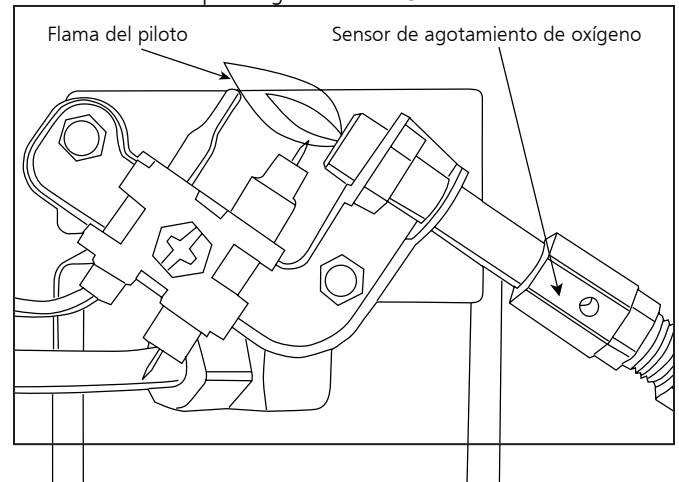

Figura 2
- Para que el ventilador funcione, se necesitan 4 baterías D. El compartimiento de las baterías está ubicado en el panel posterior inferior del calentador. Siga las instrucciones en la cubierta de las baterías para una correcta instalación de las baterías. Ver figura 2.
- Ventilador de la calefacción también se puede alimentar con adaptador eléctrico, F276127. Requiere un adaptador de 6 voltios de CC con una corriente de hasta 800 miliamperios con polaridad positiva en la punta. Ver figura 2.
termocupla. La llama rodeará la termocupla justo debajo de la punta, ver Figura 2. Una llama levemente amarilla puede ocurrir cuando la llama del piloto y la llama del quemador principal se encuentran. El o los quemadores deberían ser anaranjados brillantes (con un leve color azul alrededor del borde y una bruma roja-anaranjada visible en el azulejo de cerámica es aceptable) y sin una llama muy notable. Una llama azul que sobresale de la parte superior del azulejo de cerámica indica la acumulación de polvo, pelusas o telarañas dentro del ensamble de la carcasa y del quemador principal. Si el piloto es amarillo o el quemador tiene una llama notable, es posible que sea necesaria una limpieza. Utilice los siguientes procedimientos para inspeccionar el ensamble de la carcasa y del quemador principal. Es necesario revisar periódicamente el orificio del o los quemadores y el tubo venturi del quemador para asegurarse de que están libres de insectos, nidos o telarañas que pueden acumularse con el tiempo. Un tubo obstruido puede generar un incendio.
- 4 Retire los cuatro (4) tornillos que fijan la cubierta posterior del calentador. Levante levemente para retirar los (2) ganchos plásticos en la parte superior de la cubierta posterior.
- 6 Retire los tres (3) tornillos que fijan la parte inferior de la campana extractora para dejar expuestas las aberturas de aire de los quemadores.
- 9 Inspeccione y limpie el piloto (montado en el soporte) con una aspiradora o con aire a presión a través de los orificios en el piloto, los cuales se indican con flechas en la Figura 2. **ADVERTENCIA:** No utilice nunca agujas, cables ni objetos cilíndricos similares para limpiar el piloto para evitar dañar el rubí calibrado que controla el paso del gas.
- 11 Reinstale la parte inferior de la campana extractora con los (3) tornillos.
- 12 Deslice la cubierta posterior sobre los (2) ganchos plásticos en la parte superior del calentador. Asegúrese de alinear la cubierta trasera con las cubiertas plásticas laterales. Instale los (4) tornillos para mantenerla en su lugar.